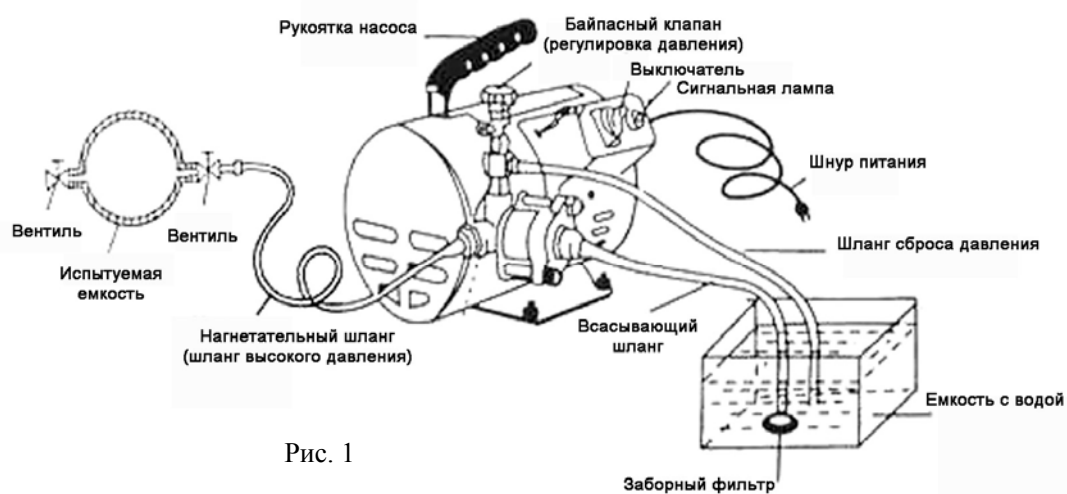

Рис. 1
1. Подсоедините всасывающий шланг, шланг сброса давления от байпасного клапана и универсальный шланг высокого давления, как показано на рис. 1.
3. Поместите всасывающий шланг всасывания с фильтром и шланг сброса давления в резервуар с водой. (см. рис. 1)
2. Подсоедините шланги, как показано на рис. 1.